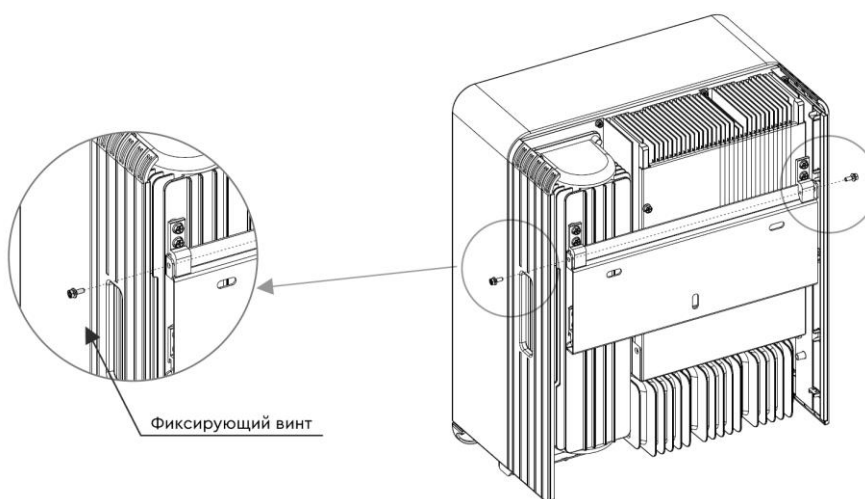

Рисунок 8. Кронштейн для крепления на стене.
4. Поднимите инвертор (будьте осторожны, чтобы избежать деформации корпуса) и совместите боковые ребра инвертора с выпуклой частью кронштейна. Повесьте инвертор на кронштейн и убедитесь, что инвертор надежно закреплен (см. Рисунок 8).